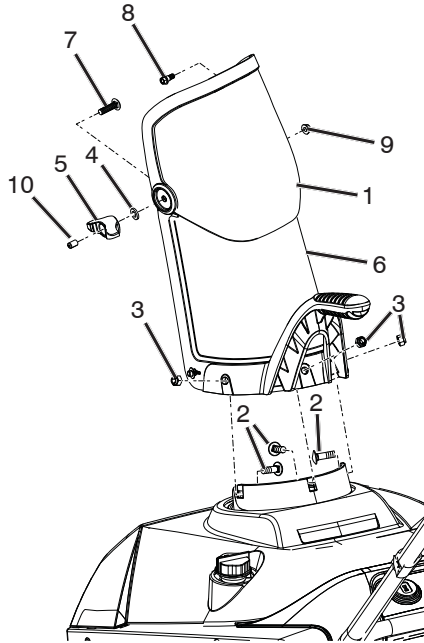

Figure 4
1. Poser le déflecteur de goulotte sur la goulotte de décharge à l'aide des vis et, de la rondelle, de l'écrou, du bouton de déflecteur et du capuchon du plongeur (Figure 4).